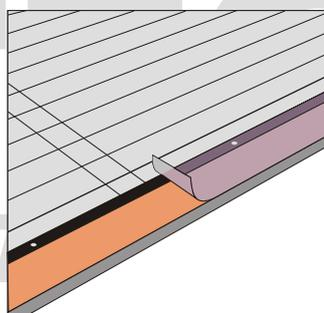

Abb.3 Verlegung der Anfangsreihe
- Nach der Befestigung des Traufbandes, den Schutzfilm, der das Kupfer abdeckt, entfernen (Abb.3).